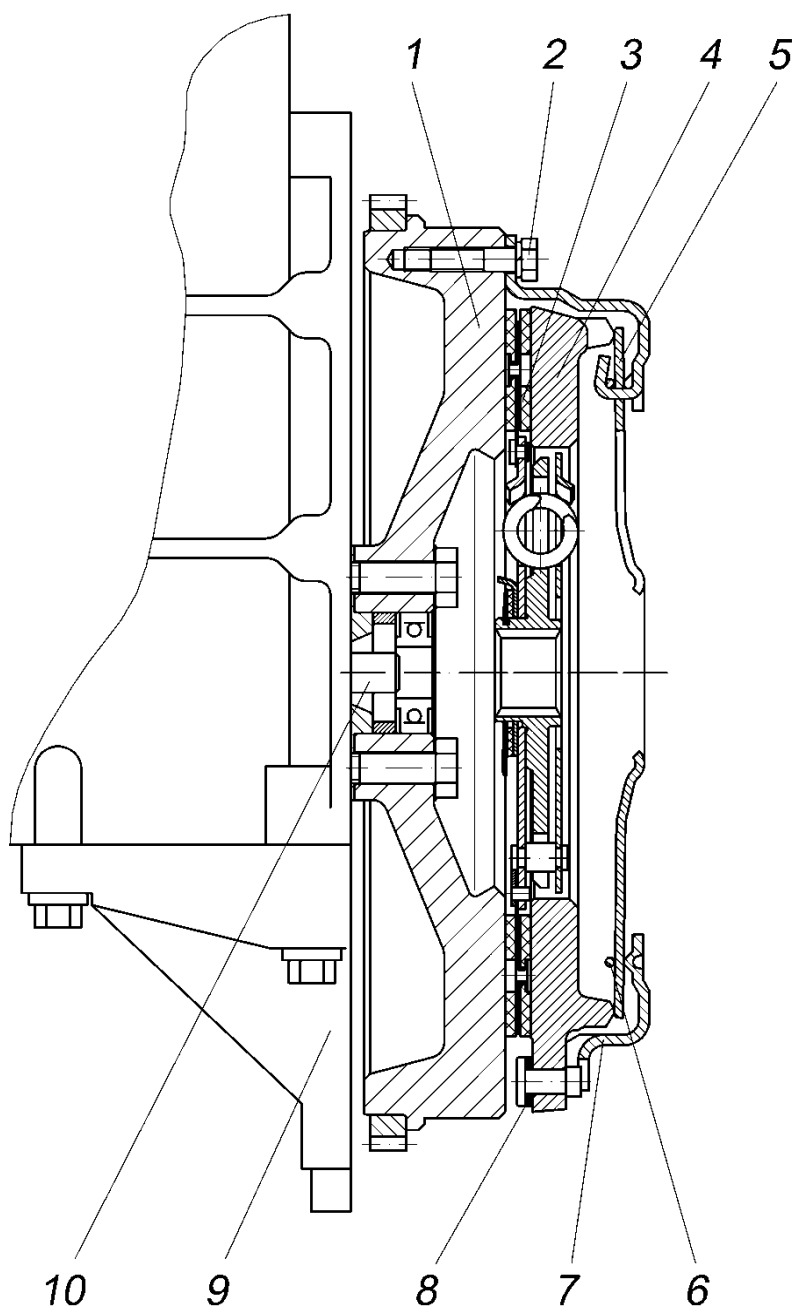

Рис.97. Сцепление:
**Сцепление** (рис.97) - сухое, однодисковое, с диафрагменной нажимной пружиной, состоит из двух основных частей: нажимной диск в сборе и ведомый диск в сборе.